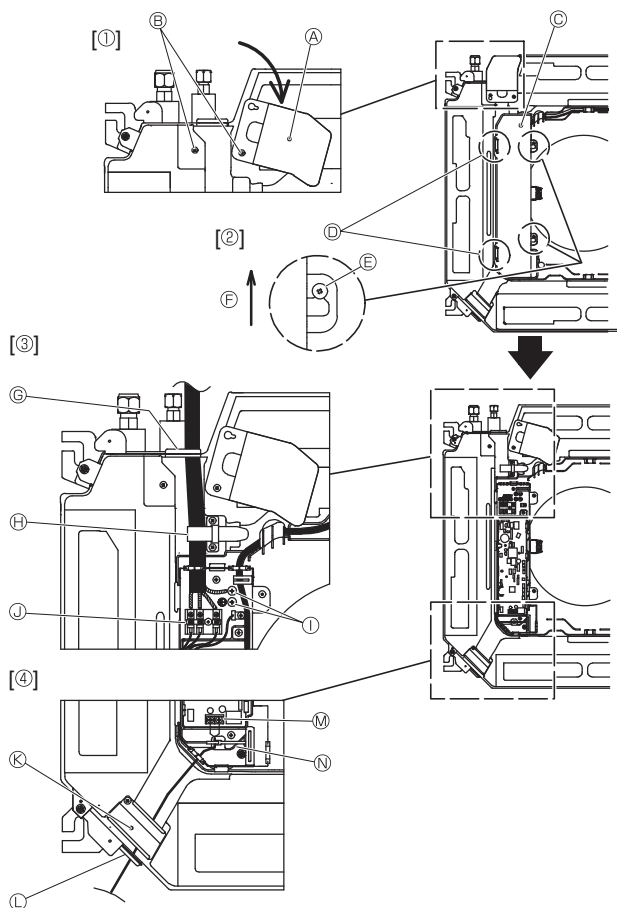
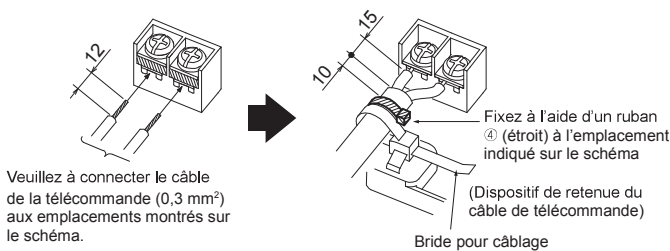

Fig. 6-1
Fig. 6-3
6.1. Appareil intérieur (Fig. 6-1)
1. Desserrez les deux vis de fixation du panneau de service du câblage électrique et faites tourner le panneau. [Fig. 6-1 ①]
2. Desserrez les deux vis de fixation du couvercle du boîtier électrique et faites glisser le couvercle. [Fig. 6-1 ②]
3. Faites passer le câble d'alimentation, le câble de raccordement des appareils intérieur/extérieur et le câble de mise à la terre par les entrées de fils indiquées sur le diagramme. [Fig. 6-1 ③]
Si l'utilisation de bornes serties à embout rond est impossible, suivez la procédure de la Fig. 6-3–6-6.
4. Faites passer le câble de télécommande via les entrées de fils indiquées sur le diagramme et raccordez-le. [Fig. 6-1 ④, Fig. 6-3]